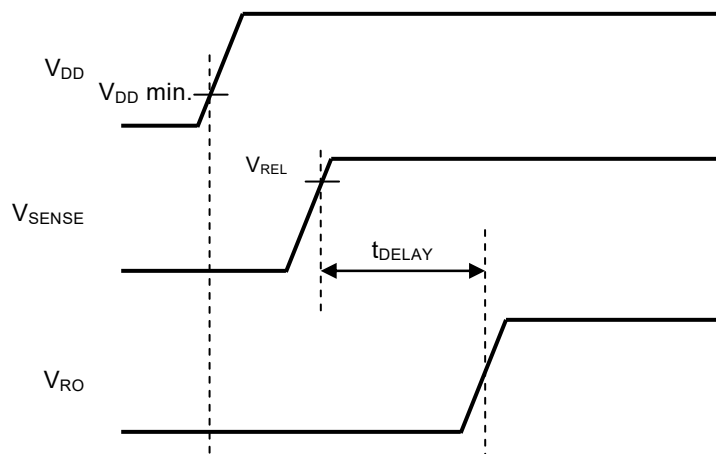

図25
- (1) VDD端子、SENSE端子の順番 (図25参照)
- (2) VDD端子、SENSE端子同時